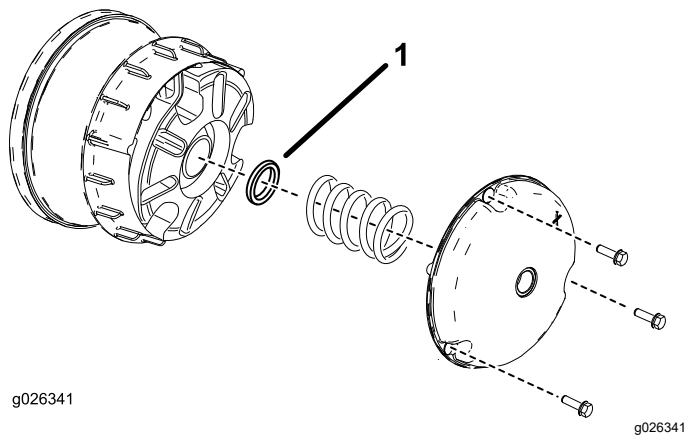

Figura 61
- Rimuovete i bulloni che fissano il carter della frizione principale come illustrato in Figura 61.